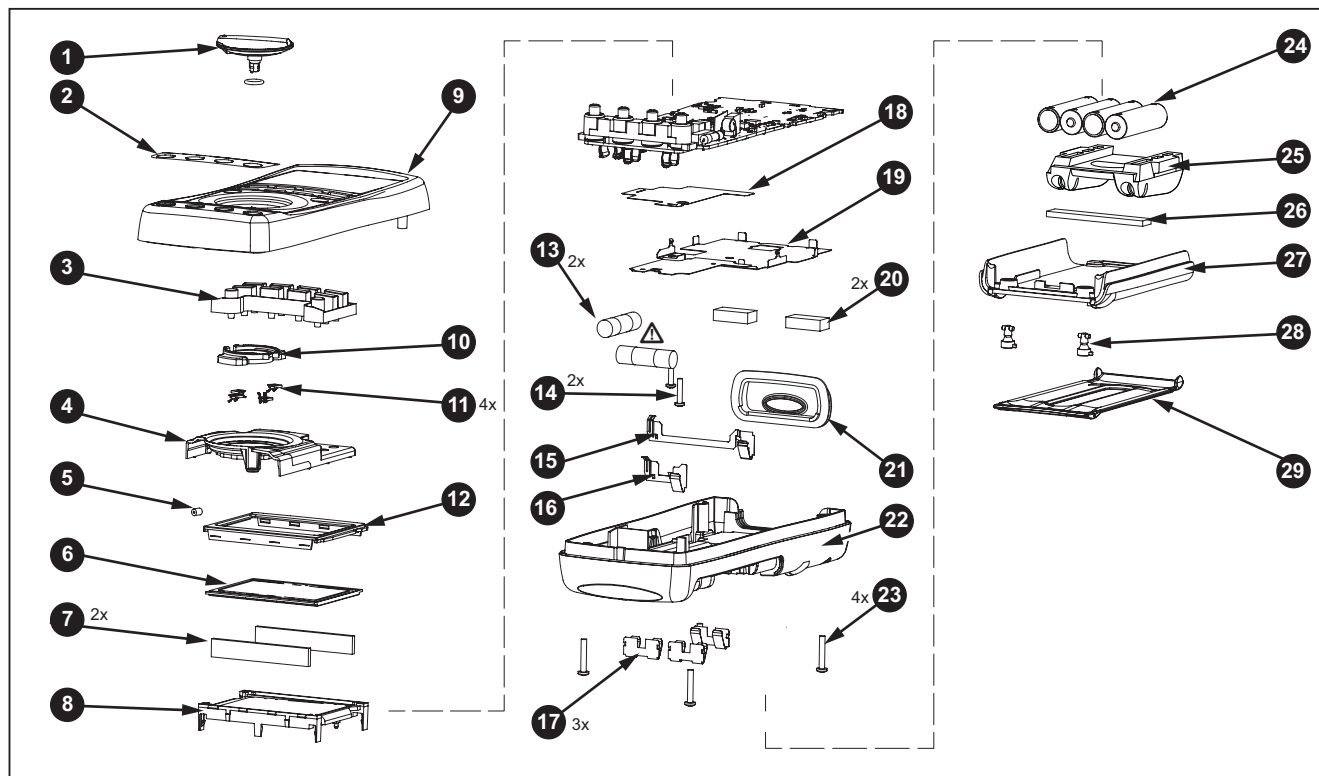

Abbildung 6. Ersatzteile
- Um eine durchgebrannte Sicherung zu ersetzen, wie folgt vorgehen. Abbildung 6 beachten:
Die Ersatzteile und einige Zubehöerteile sind in Abbildung 6 dargestellt und in Tabelle 13 aufgelistet. Das Fluke Zubehörangebot für Digitalmultimeter umfasst zahlreiche andere Produkte. Kataloge sind beim zuständigen Fluke Fachhändler erhältlich.